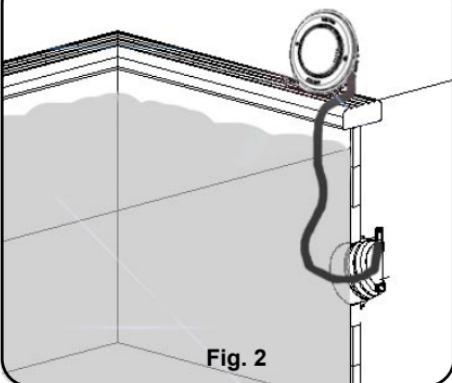

Fig. 2
2. Extraia o conjunto formado pela lâmpada e parte do projector até ao bordo da piscina (esta operação é descrita pormenorizadamente no manual do projector) (Fig. 2).